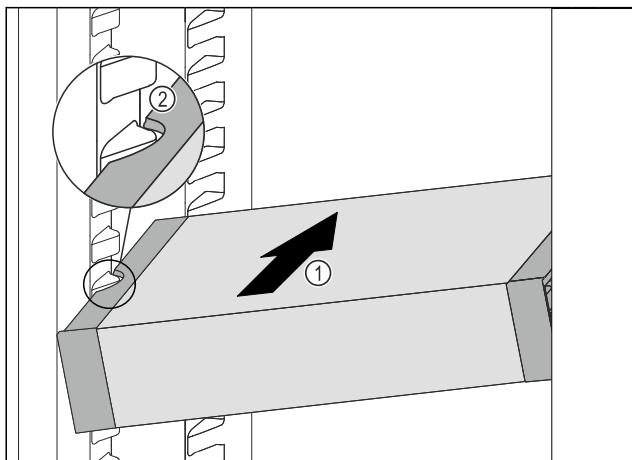

Fig. 73
- Вкарайте VarioSafe под ъгъл в хладилната част Fig. 73 (1), докато страничните прорези Fig. 73 (2) на VarioSafe се намират на височината на реброто на съда в хладилната част.